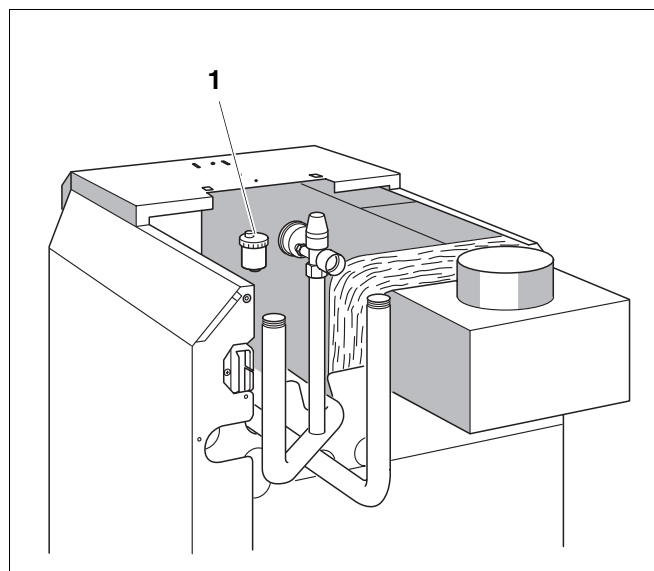

Abb. 15 Automatischer Entlüfter Logano G124 V
Der Heizkessel wird zusätzlich über den automatischen Entlüfter (Abb. 15, **Pos. 1**) entlüftet:
- Abdeckkappe des automatischen Entlüfters öffnen (Abb. 15).